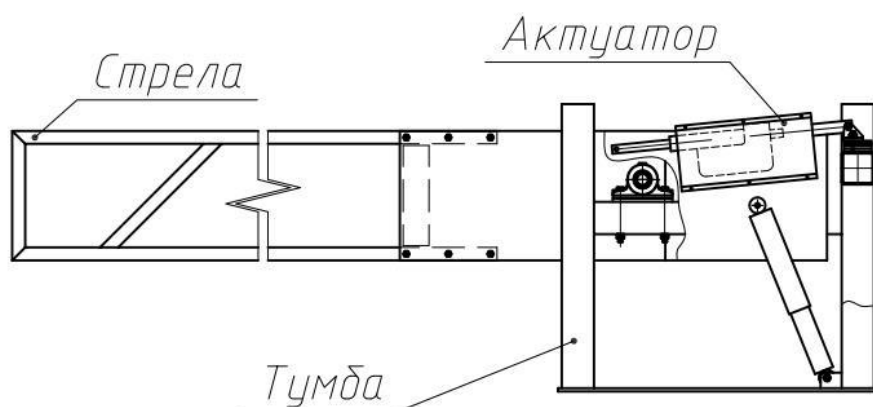

Рисунок 3
- установить стрелу на тумбу (рис. 3);
- прикрепить амортизатор к тумбе (рис. 3);
- установить актуатор (рис. 3);.